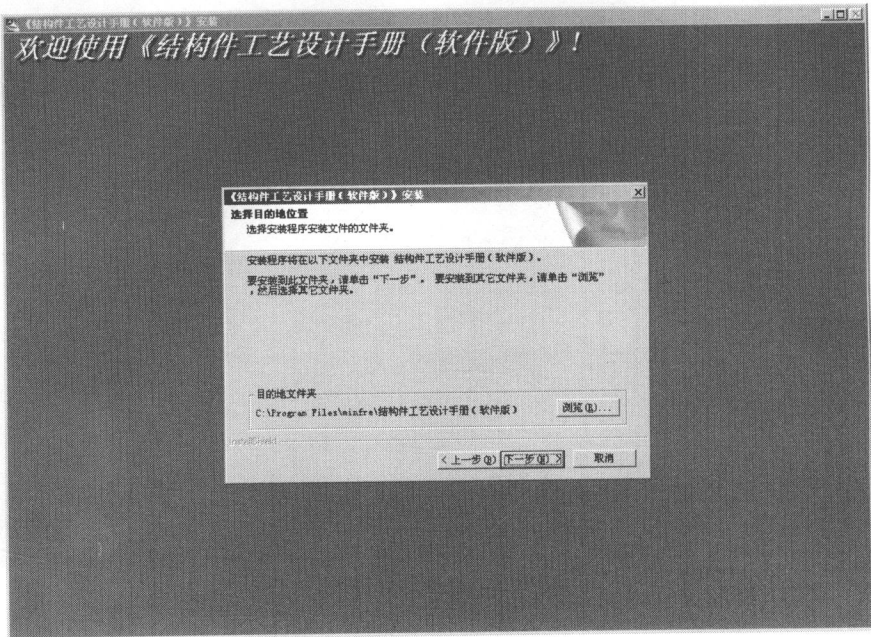

图 1-5 选择安装目录界面
(6) 进入如图 1-5 所示的选择安装目录界面。系统推荐的安装目录是 C: \Program Files\